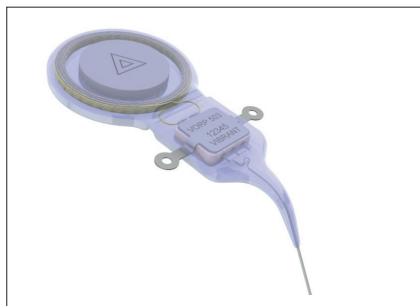

Figura 5: Simbolo Δ rivolto verso l'alto
- La bobina verrà inserita nella tasca periostale e l'impianto verrà fissato sulla superficie ossea attraverso le due alette di fissaggio con le due viti corticali autoperforanti in dotazione nel kit d'impianto VORP 503. Usare il cacciavite monouso fornito. Assicurarsi che il simbolo Δ posto al centro del magnete sia rivolto verso l'alto (vedere Figura 5). Si raccomanda una preparazione del letto dell'impianto fino al livello delle alette di fissaggio dell'impianto. Inoltre, si raccomanda di proteggere la transizione del VORP.